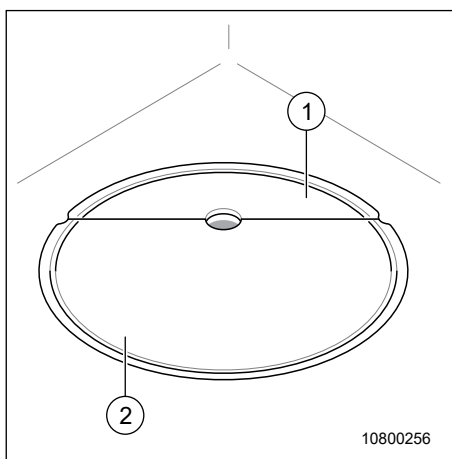

Fig. 76 Caches-éviars
On peut ranger les caches (Fig. 76, pos. 1 et 2) dans un logement sous l'évier.